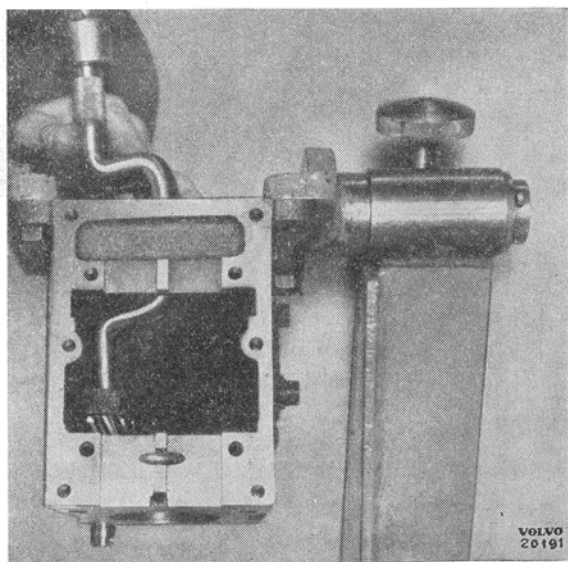

Bild 9.
8. Lossa lagerlocket (2) i främre änden på växellådan. Driv ut ingående axeln (1) framåt med hjälp av dorn SVO 4135 och utdrivarbricka SVO 4150 (för H 4—H 6 användes SVO 4151). Brickan placeras i änden på axeln som stöd för dornen.
10. Driv ut backaxeln med verktyg SVO 4023, se bild 9, och lyft upp backhjulen.